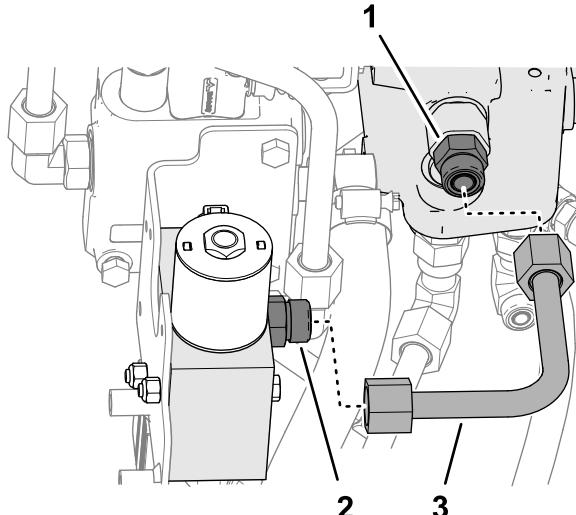

Figure 22
- 1. Installez le tube en L sur le raccord droit de l'orifice C de la vanne à faible débit et le raccord droit de l'orifice T-1 du distributeur de bras de chargeuse (Figure 22).